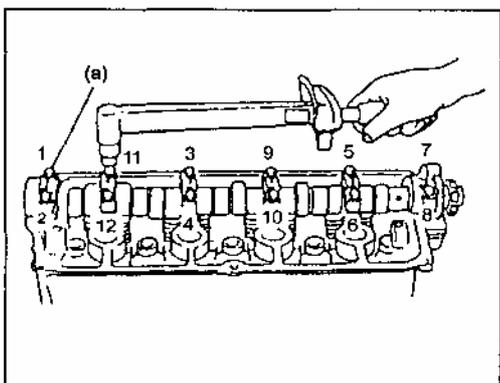

Рис. 75
- 5) Затяните болты крышек распредвала в порядке, как показано на рисунке необходимым моментом (Рис. 75).